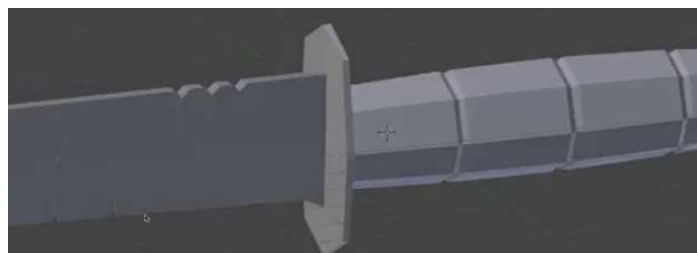

Figura 11: Detalhes a colocar no modelo da faca, usando a ferramenta *knife*.
- Usando a ferramenta *knife*, continue a modelação da faca de maneira a ficar com pormenores semelhantes aos que se apresentam na figura 11.